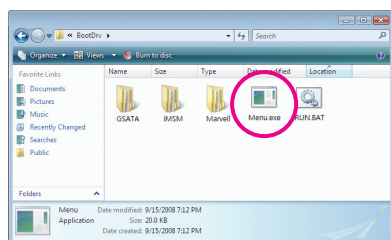
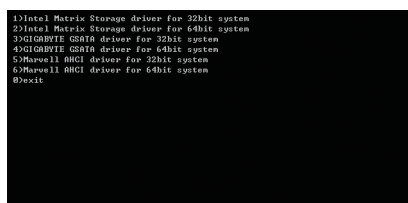

図 4
図 5
- 2: 光学ドライブフォルダから、**BootDrv**フォルダの**Menu.exe**ファイルをダブルクリックします(図4)。図5のようなコマンドプロンプトウィンドウが開きます。
インストールするオペレーティングシステムによっては、メニューから対応する文字を押すことでコントローラドライバを選択し、<Enter>を押します。例えば、図5でメニューから、